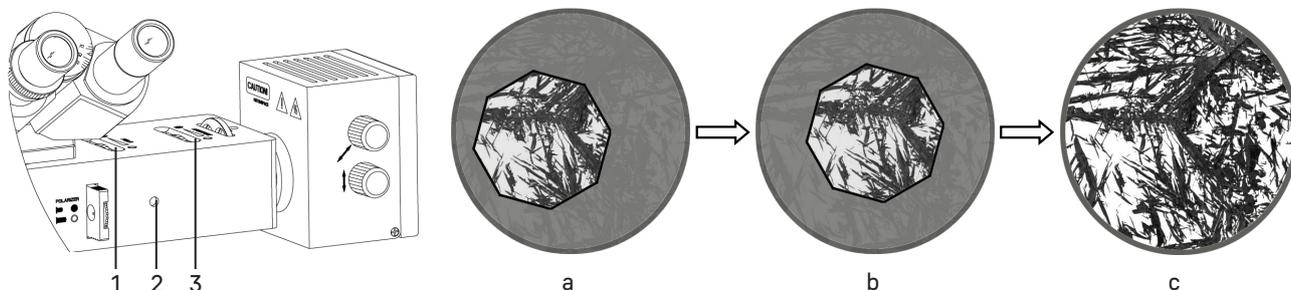

Рис. 10. Настройка освещения по Кёлеру
2. Откройте апертурную диафрагму **3** и закройте полевую диафрагму **1**, в поле зрения появится светлое пятно, как показано на рис. 10.
3. Если светлое пятно отклоняется от центра поля зрения, как показано на рис. 10а, отрегулируйте центрирующий винт 2 с помощью двух ключей-шестигранников, чтобы центр полевой диафрагмы совпал с центром поля зрения, как показано на рис. 10b.
4. Откройте полевую диафрагму, чтобы изображение наблюдаемого образца заполнило поле зрения, как показано на рис. 10с.